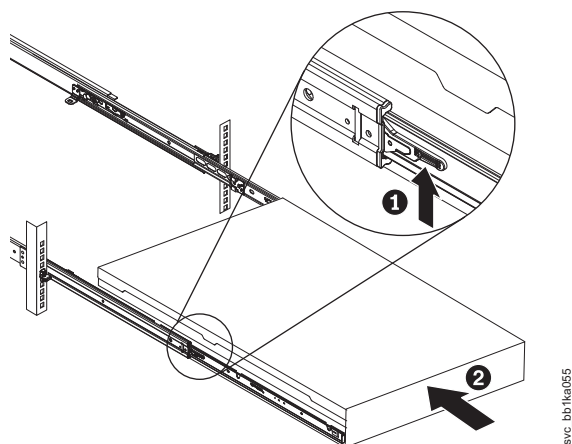

図 270. ラックのスライド・レールの ロック・レバーを上げる
9. スライド・レール上のロック・レバー (358 ページの図 270 の **1**) を上げて、サーバー **2** を、所定の位置にカチッと音を立てて収まるまで、ラック内に完全に押し込みます。